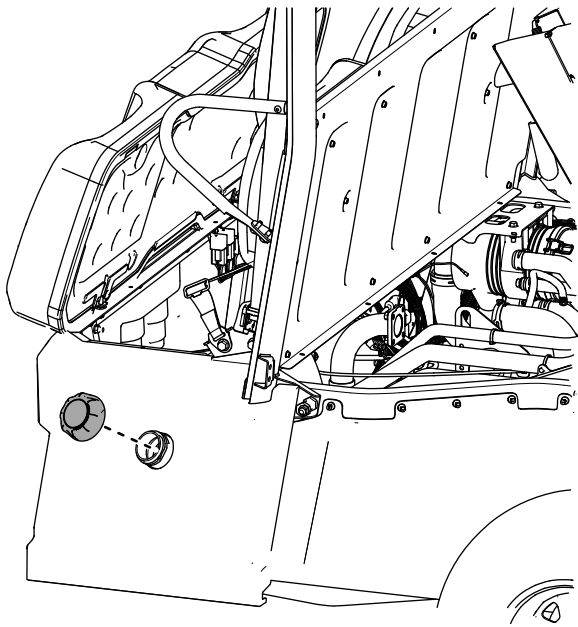

Bild 73
33. Bringen Sie den Tankdeckel an der linken, hinteren Sitzunterteilplatte an (Bild 73).